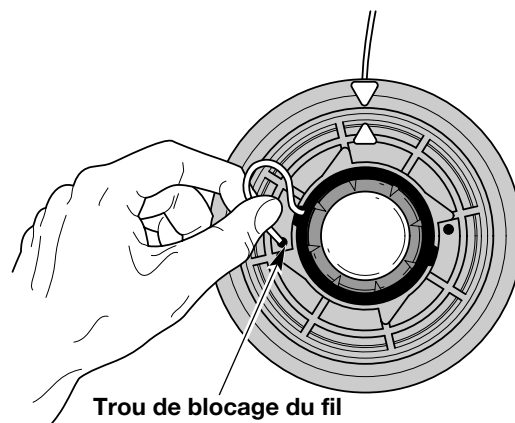

Fig. 10
5. Insérez le fil dans le trou de blocage (Fig. 10). N'enfoncez pas le fil de plus de 12,7 mm (1/2 po) dans le trou. S'il est inséré correctement, le fil forme une petite boucle (Fig. 10).